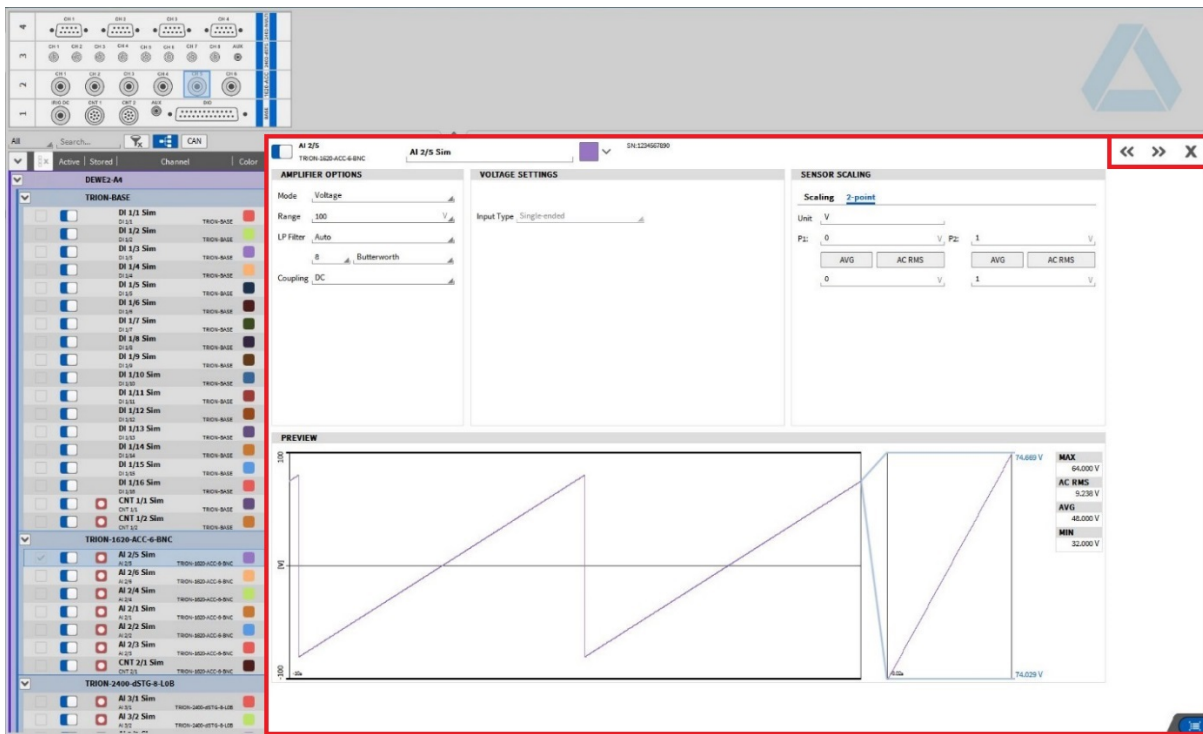

Abb. 7.47: Kanaleinstellungen eines TRION3-1820-MULTI Moduls
Ile Kanaleinstellungen (außer Samplerate und Bitauflösung) können auch in den jeweiligen individuellen Kanaleinstellungen (siehe Abb. 7.47) geändert werden, welche über den Button ⑪ (siehe Abb. 7.2 oder tab-buttons).